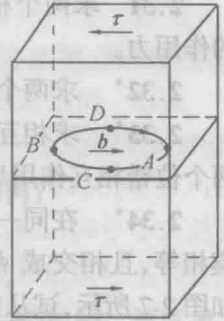

图 2-5
2.19 如图 2-5, 某晶体的滑移面上有一个柏氏矢量为 b 的位错环, 并受到一个均匀的切应力 τ 。试分析: